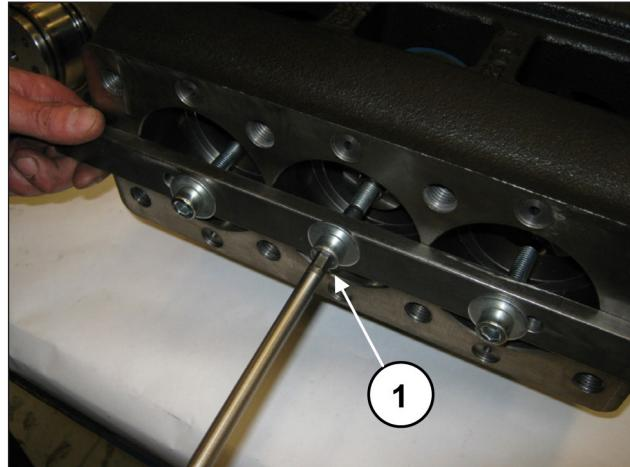
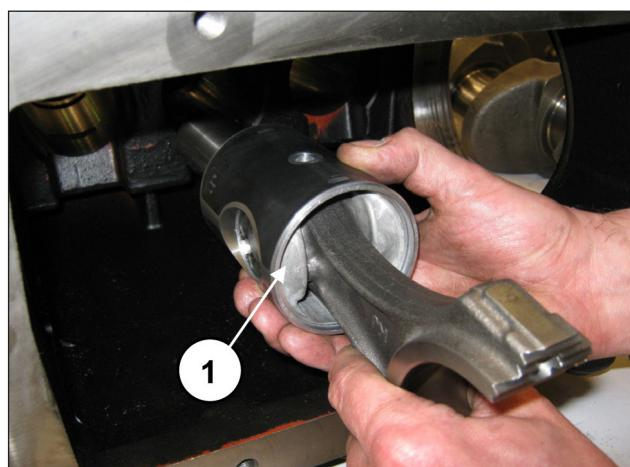

Fig. 32
Fig. 33
Comece a desapertar os parafusos do equipamento cód. 27566200 para desbloquear as bielas (pos. ①, Fig. 32) e, em seguida, extraia os conjuntos de biela-guia do pistão da abertura traseira do cárter (pos. ①, Fig. 33).
Depois de ter verificado a limpeza correta do cárter, insira o conjunto da semi-bielas de guia do pistão no interior dos canos do cárter (pos. ①, Fig. 33).
Bloqueie os três grupos usando a ferramenta própria cód. 27566200 (pos. ①, Fig. 32).
Remova a ferramenta para o bloqueio das bielas, cód. 27566200 (pos. ①, Fig. 32).